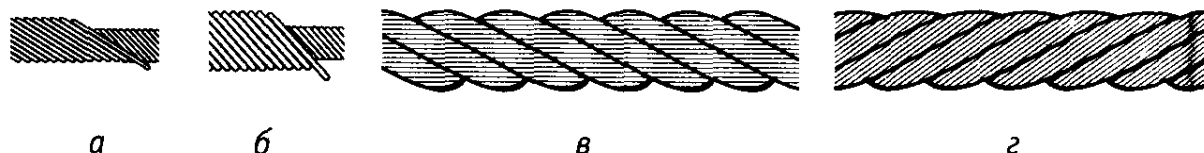

Рис. 3.2. Типы свивки стальных канатов:
- канат с линейным касанием проволок в прядях (ЛК) (рис. 3.2, а);
- канат с точечным касанием проволок в прядях (ТК) (рис. 3.2, б);
- канат *односторонней* свивки (О) (рис. 3.2, г) — с одинаковым на правлением свивки проволок в прядях и прядей в канате;
- канат *крестовой* свивки (рис. 3.2, в) — с противоположным на правлением свивки прядей и каната.